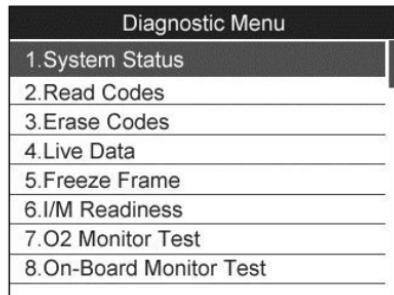

Figura 5.3
- 7) Vea un resumen del estado del sistema (estado de MIL; conteos de DTC, estados de Monitor) en la pantalla. (Figura 5.1) Presione el bot n ESC para que el Menú de Diagn stico aparezca (Figura 5.3).
- 1) Use el botón de desplazamiento ARRIBA/ABAJO para seleccionar **Leer Códigos** del Menú de Diagnóstico y presione el botón **OK**. (Figura 5.3)
- 1) Use los botones de desplazamiento ARRIBA/ABAJO para seleccionar **Borrar de Códigos** del Menú de Diagnóstico y presione el botón **OK**. (Figura 5.3)
- 1) Para consultar los datos en vivo, use el botón de desplazamiento **ARRIBA/ABAJO** para seleccionar **Datos en Vivo** desde el **Menú de Diagnóstico** y presione el botón **OK**. (Figura 5.3)